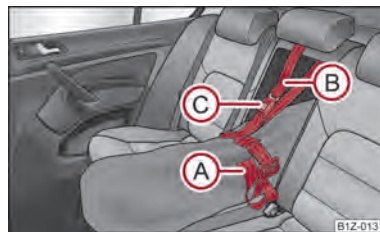

Fig. 88 Fixation du sac de chargement extractible
- Tirez sur l'extrémité libre du cordon de serrage (A) pour attacher les skis devant les fixations ⇒ fig. 88.
- Faites passer la sangle de fixation (B) à travers l'ouverture dans le dossier du siège autour de la partie supérieure du dossier.
- Insérez la sangle de fixation (B) dans la serrure (C) jusqu'à entendre un déclic. ▶